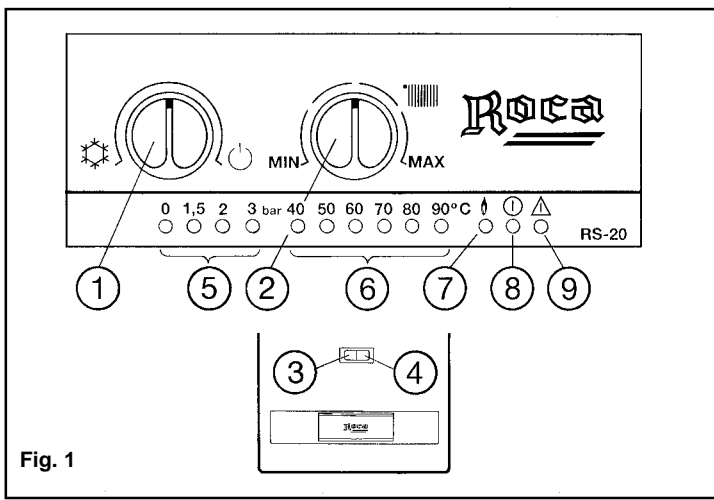

Fig. 1
Con el conmutador de servicio (1) en posición "paro" (⏸), (ver fig. 1) apretar a fondo el pulsador (3) de alimentación de gas. Sin dejar de presionarlo, apretar el pulsador (4) de encendido. Una vez encendido el quemador piloto,